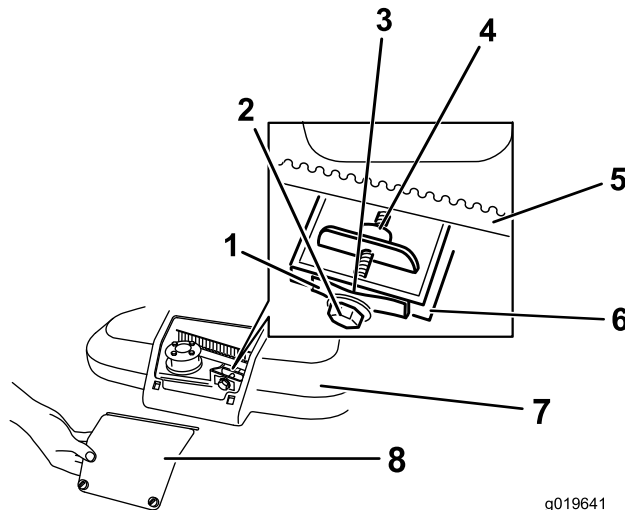

Figure 39
1. Desserrez les 2 vis qui se trouvent sur le panneau du couvercle de courroie, et déposez le panneau (Figure 39).
3. Tenez une jauge d'épaisseur de 0,255 mm, un morceau de papier, ou une carte contre la paroi et faites-le glisser derrière le ressort de tension de courroie (Figure 39).
Remarque: S'il y a un espace visible entre la jauge et le ressort, serrez le boulon et l'écrou de réglage jusqu'à ce que le papier puisse tout juste glisser à travers l'espace (Figure 39).